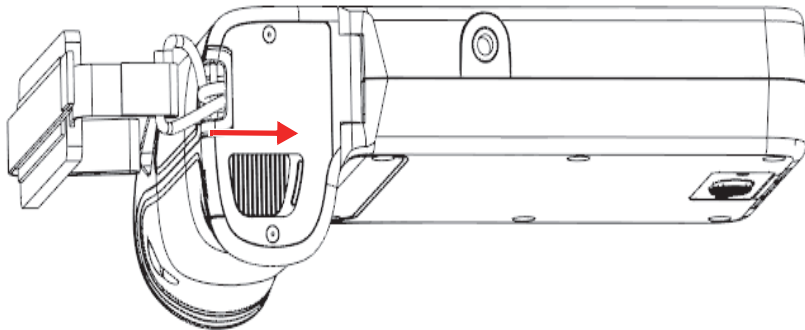

Abbildung 4-1 Entriegelungstaste des Akkufachdeckels
1. Halten Sie das EPOCH 6LT so, dass der Akkufachdeckel nach oben zeigt (siehe Abbildung 4-1 auf Seite 45).